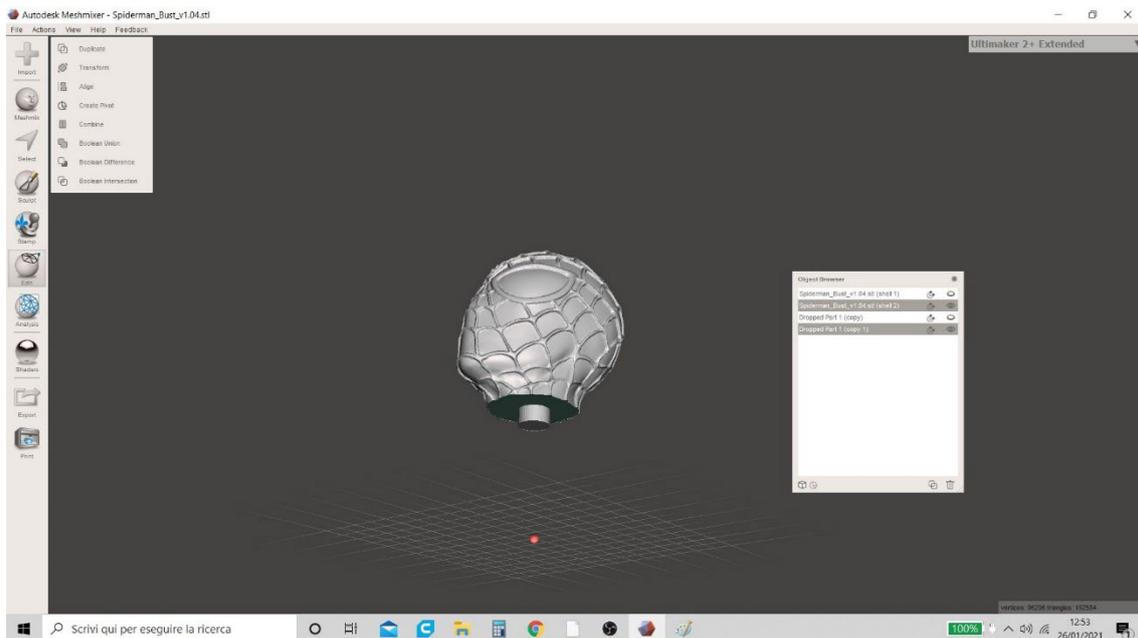

Figura 19 Meshmixer
12. I due modelli "Shell 2" e "Drop Part 1 (copia 1)" sono ora visibili (Figura 19 Meshmixer)) e l'utente può ripetere la stessa procedura per creare il foro.